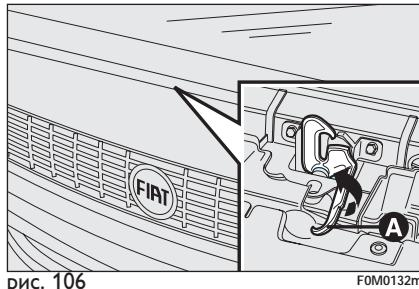

рис. 106
- Потяните рычаг **A-рис. 106**, как показано на рисунке;